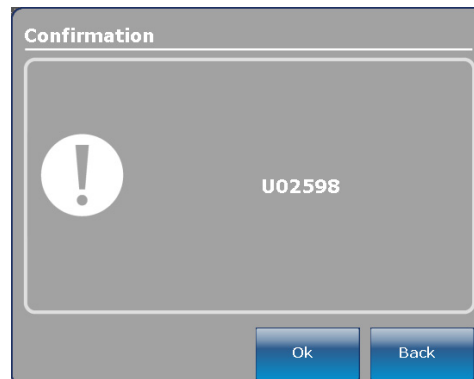

Figura 33: Ecrã Serial Number Confirmation (Confirmação do Número de Série)
3. Depois de premir o botão **Continue** (Continuar), o número de série é guardado e o ecrã de confirmação do número de série (Figura 33) é apresentado. Prima o botão **OK**.